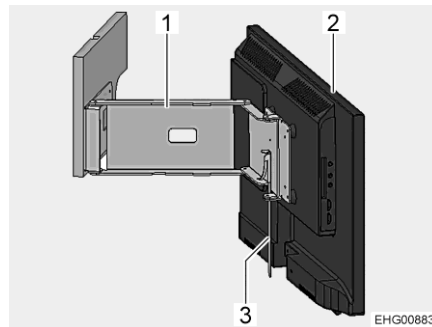

Fig. 82 Écran plat sur le bras articulé
- Enclencher le levier (Fig. 82,3). Le bras articulé (Fig. 82,1) est déverrouillé.
- Tourner l'écran plat (Fig. 82,2) dans la position désirée.